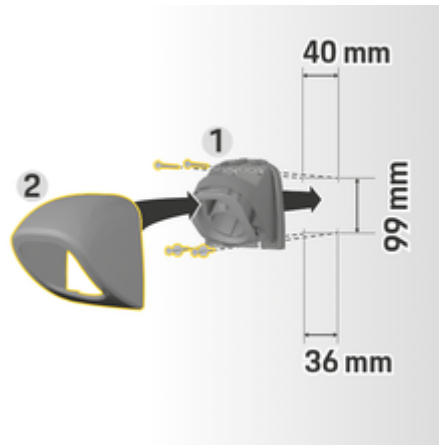

Fig. 74: foratura
1. Rimuovere il supporto del connettore **1** (Fig. 74) dalla copertura **2** (Fig. 74).
4. Avvitare il supporto del connettore **1** (Fig. 74) al muro.
5. Posizionare la copertura **2** (Fig. 74) dal basso sul supporto del connettore **1** (Fig. 74) e premere verso l'alto.